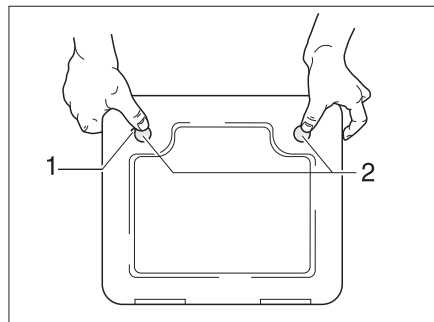

Bild 154 Klappe für die Toiletten-Kassette
- Die Klappe für die Kassette außen am Fahrzeug öffnen. Dazu den Schlüssel in den Schließzylinder des Druckschlusses (Bild 154,1) stecken und eine viertel Umdrehung drehen.
- Beide Druckschlösser (Bild 154,2) gleichzeitig mit dem Daumen drücken und die Klappe für die Kassette öffnen.